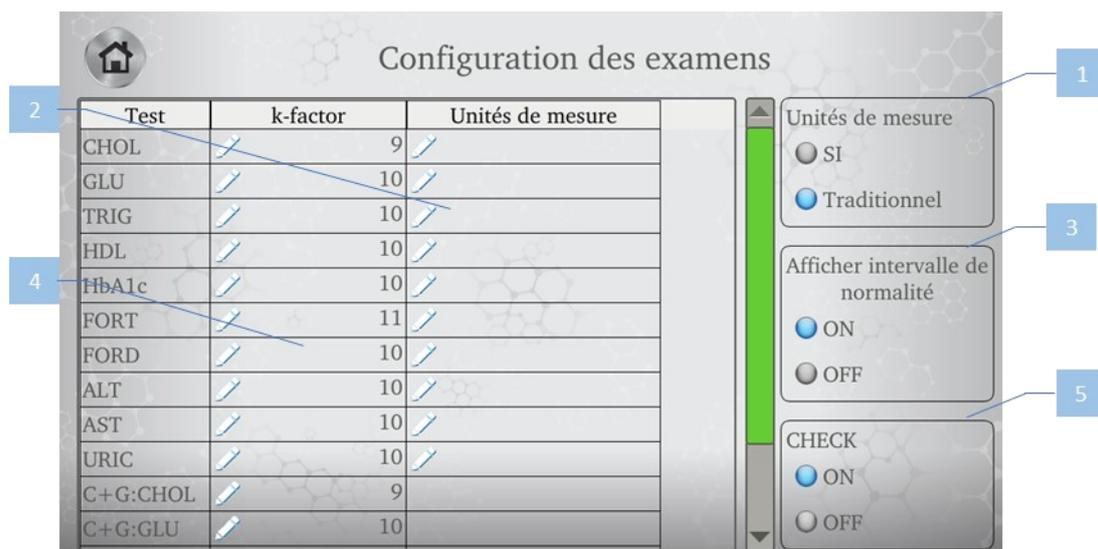

Figure 28
Permet de modifier les unités de mesure selon deux choix: système traditionnel ou système international (SI) (Figure 28\_1).
Permet de modifier les unités de mesure des tests individuels: traditionnel et/ou SI (Figure 28\_2).
Permet d'activer/désactiver les intervalles de normalité pour tous les tests (Figure 28\_3).
Permet de modifier le k-factor : le k factor correct pour un test est reporté sur l'emballage des réactifs originaux Callegari srl. Contrôler que le k-factor coïncide avec celui reporté sur l'étiquette (Figure 28\_4).
Permet aux utilisateurs d'activer ou de désactiver le contrôle de présence / absence de l'échantillon de sang dans la cuvette (Figure 28\_5).